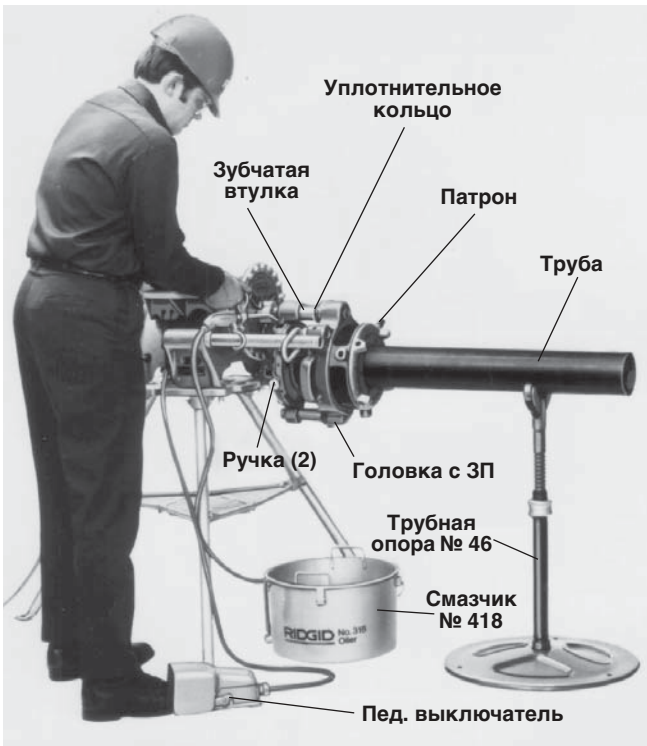

Рисунок 21 – Нарезание резьбы на трубу головкой № 141 с ЗП (метод глухого соединения) (то же для головки № 161)
6. Установите трубу на опору (рисунок 21). Расположите опору на расстоянии около 75 см от головки.
9. Расположите смазчик № 418 прямо под головкой (рисунок 21).